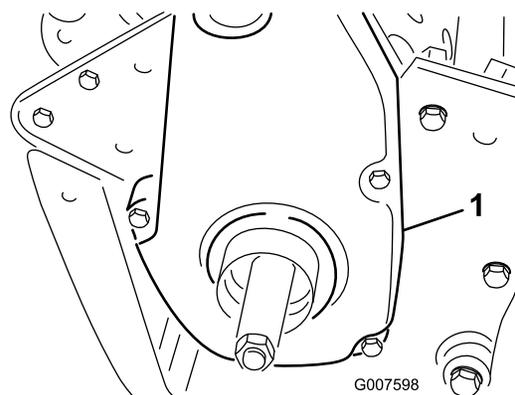

Рисунок 44
6. Снимите заднюю крышку ремня с правой стороны машины (Рисунок 44).